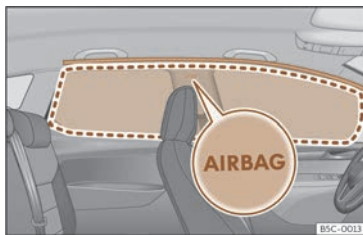

Fig. 34 Emplacement des airbags rideaux.
Les airbags rideaux se trouvent des deux côtés de l'habitacle, au-dessus des portières >>> **fig. 34**, repérés par les monogrammes « AIRBAG ».
Lorsqu'il se déclenche, l'airbag rideau occupe la zone marquée (zone de déploiement) >>> **fig. 34**. C'est pourquoi il ne faut jamais déposer ou fixer des objets dans cette zone >>> ⚠.
- Assurez-vous que les enfants voyagent correctement assis dans leur siège et ne placent pas leur tête dans la zone de déploiement des airbags rideaux >>> **fig. 34**, car ceux-ci pourraient les heurter et provoquer des blessures graves en cas de déclenchement.